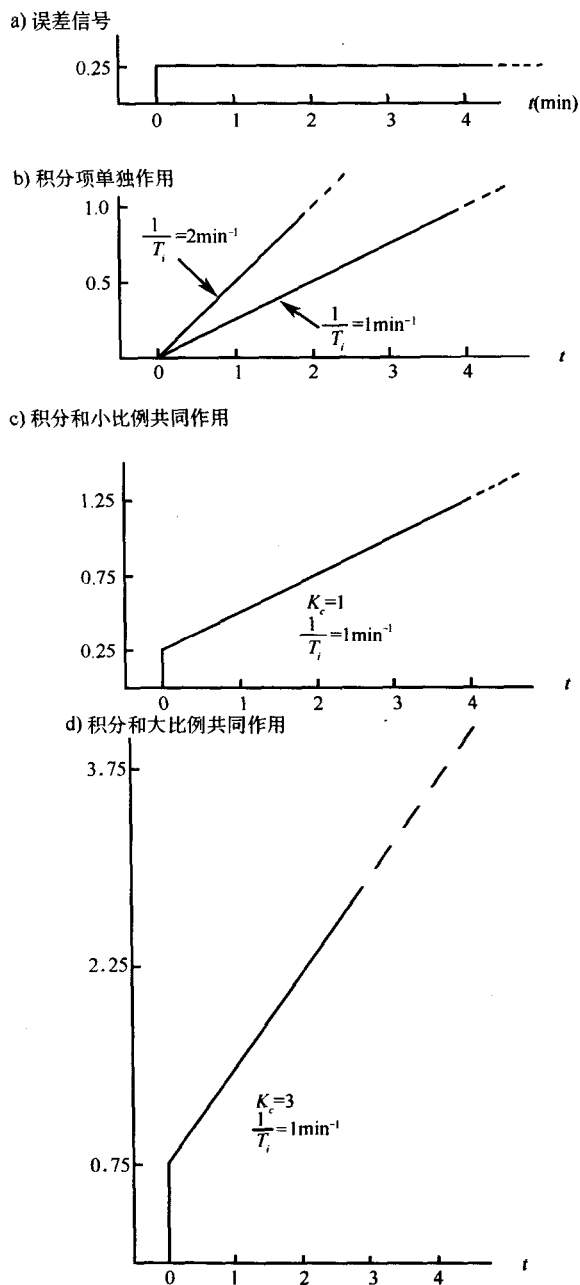

图 12-28 重置增益的作用 ( $1/T_i$  的单位是每分钟重复次数) a) 误差信号; b) 积分项单独作用; c) 积分和小比例共同作用; d) 积分和大比例共同作用
相关增益方程中的积分计算与此类似, 只是有两点不同: (1) 比例因子 ( $K_c$ ) 是与误差、积分还有微分的和相乘, 因此误差项没有自己单独的增益, 所以控制变量中总有一个与误差成比例的分量; (2) 当稳态误差存在时, 积分项的值是每分钟增长一个误差项的大小。重置增益 ( $1/T_i$ ) 的单位是 1/分钟 (定义如图 12-28 所示)。图 12-28a 画出了其值保持不变的稳态误差。由误差决定的输出也保持不变。图 12-28b 画出了由积分项单独作用的输出量。如果  $1/T_i=1$ , 那么它就会在一分钟时上升到大小和由误差所决定的输出相等; 如果  $1/T_i=2$ , 那么它就会在一分钟后变成输出的两倍大小。图 12-28c 给出了有误差和积分共同作用的输出 (当  $K_c=1$  时)。图 12-28d 给出了  $K_c$  取 3 时, 误差和积分项的和。